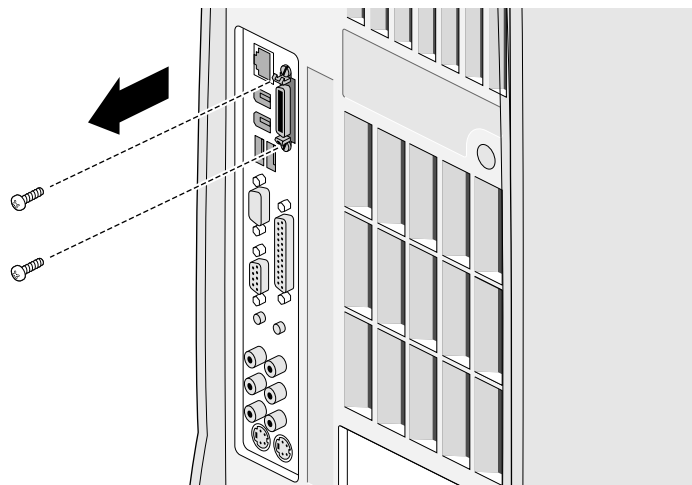

図 5-12 コネクタのネジの取り外す
7. プラスのドライバを使用して、オプションカードのコネクタをシステムに固定しているネジを外します (図 5-12)。